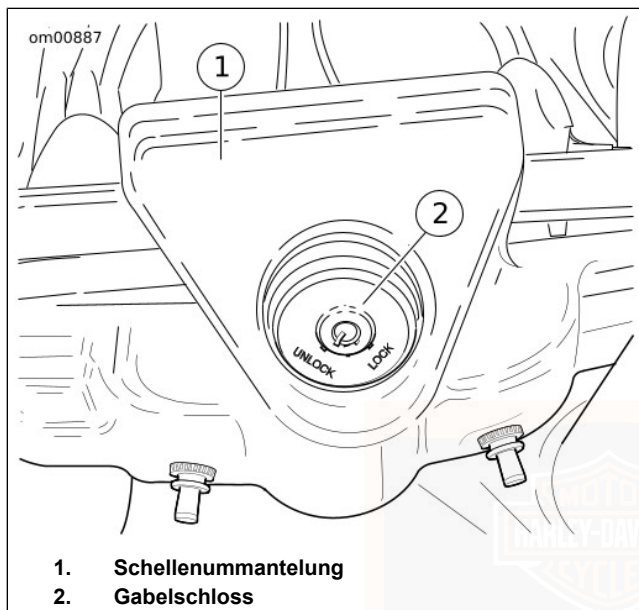

Abbildung 10. Gabelschloss: FLHR/C/S
Siehe Abbildung 10. Die FLHR/C/S-Modelle haben das Gabelschloss an der Oberseite des Lenkkopfs hinter dem Scheinwerfertopf und versenkt in der Lenkerschellen-Ummantelung.
2. Siehe Abbildung 10. Zum Absperren den Schlüssel einführen und nach links drehen.